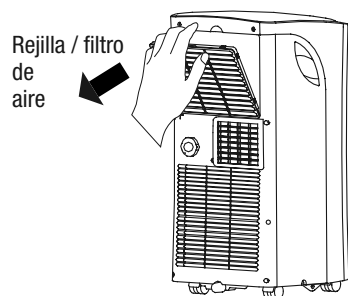

FIG. 23
- Para limpiar el filtro, retírelo como se muestra en la Fig.23. Luego, aspire cuidadosamente el filtro o lávelo con un detergente suave, sumergiéndolo suavemente en agua tibia (aproximadamente 104 ° F). Enjuague y seque el filtro en un lugar fresco y seco. Una vez que el filtro se haya secado por completo, devuélvalo a la ubicación adecuada en la unidad.